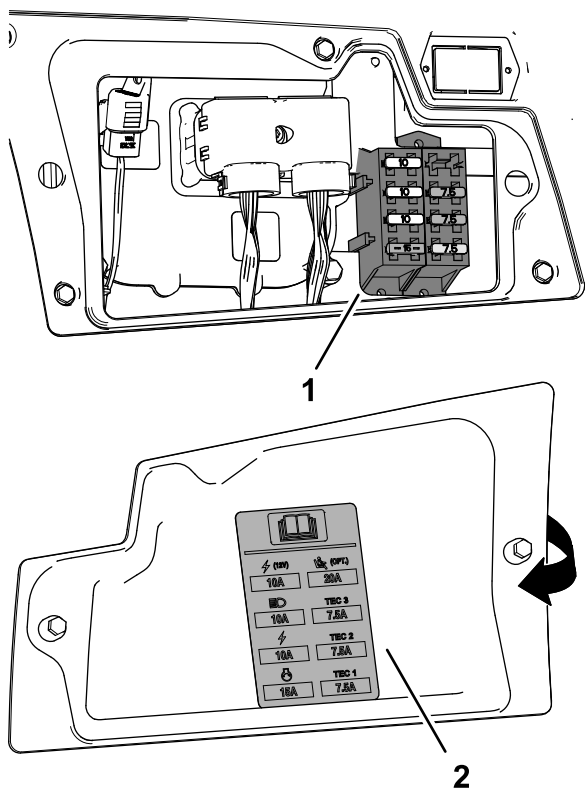

図 130
3. 切れているヒューズを交換する 図 130。同じタイプ、同じ電流値のヒューズに交換する。